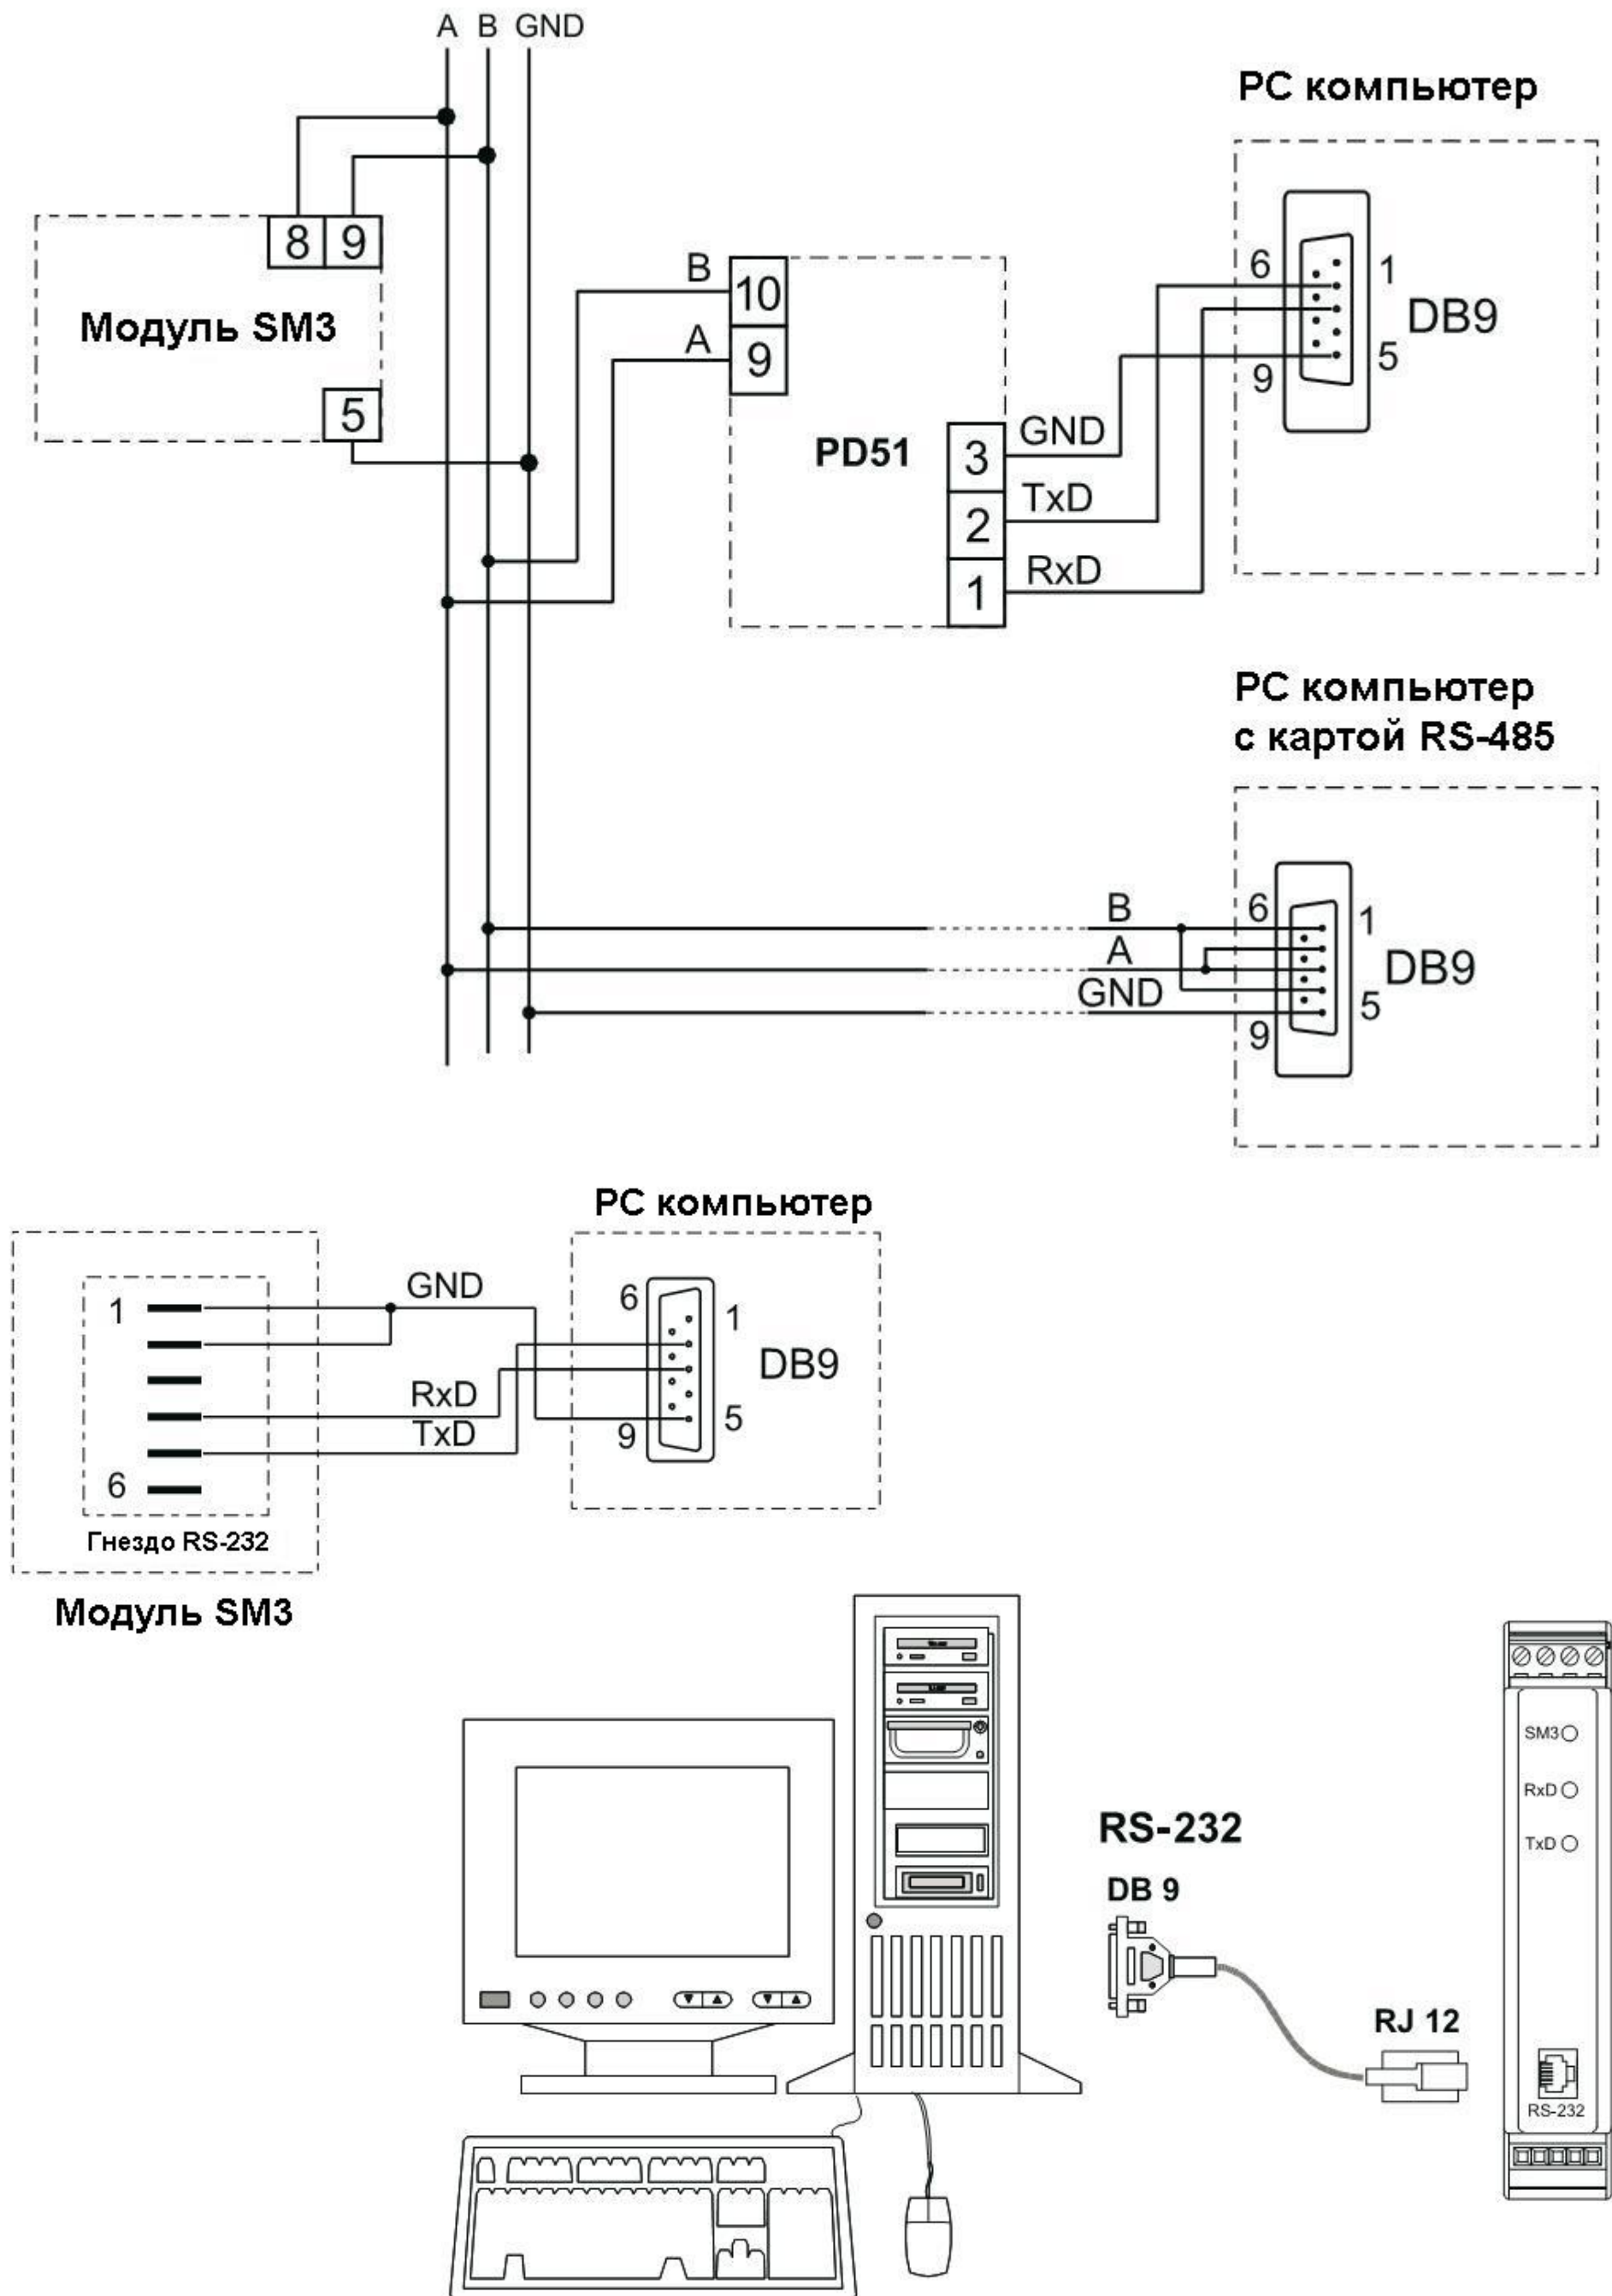

Рис.5. Схема подключения интерфейсов RS-485 и RS-232
- Гнездо RS-232 предназначено только для подключения устройства, работающего по протоколу MODBUS (рис.5). По окончании сеанса эксплуатации модуля гнездо RS-232 необходимо закрыть специальной заглушкой, которая входит в комплект поставки модуля.
Все параметры модуля доступны для программирования через RS-232 или RS-485. Порт RS-232 имеет постоянные параметры передачи данных в соответствии с техническими данными, что обеспечивает возможность подключения к модулю даже в том случае, если запрограммированные параметры цифрового выхода RS-485 неизвестны (адрес, формат и скорость передачи данных). Стандарт RS-485 разрешает обмен данными с 32 устройствами по единому последовательному каналу связи длиной до 1200 м. Для подключения большего количества устройств необходимо использовать дополнительные промежуточные ретрансляторы (например, конвертер/повторитель PD51). В руководстве по эксплуатации представлена схема подключения интерфейсов к модулю SM3 (рис.5). Для правильной передачи данных необходимо параллельно соединить линии **A** и **B** с их эквивалентами в других устройствах. Соединение осуществляется с помощью экранированного кабеля. Оплетку кабеля необходимо подсоединить к клемме заземления в одной точке. Линия **GND** служит для дополнительной защиты линии передачи при больших расстояниях.
Для соединения с компьютером класса IBM PC через порт RS-485 необходим конвертер RS-232/RS-485 (например, типа PD51 LUMEL) или RS-485 карта. Обозначение линий передачи карты на компьютере PC зависит от производителя карты. При осуществлении соединения через порт RS-232 необходим дополнительный кабель для подключения к модулю. Способ подключения обоих портов (RS-232 и RS-485) показан на рис.5.